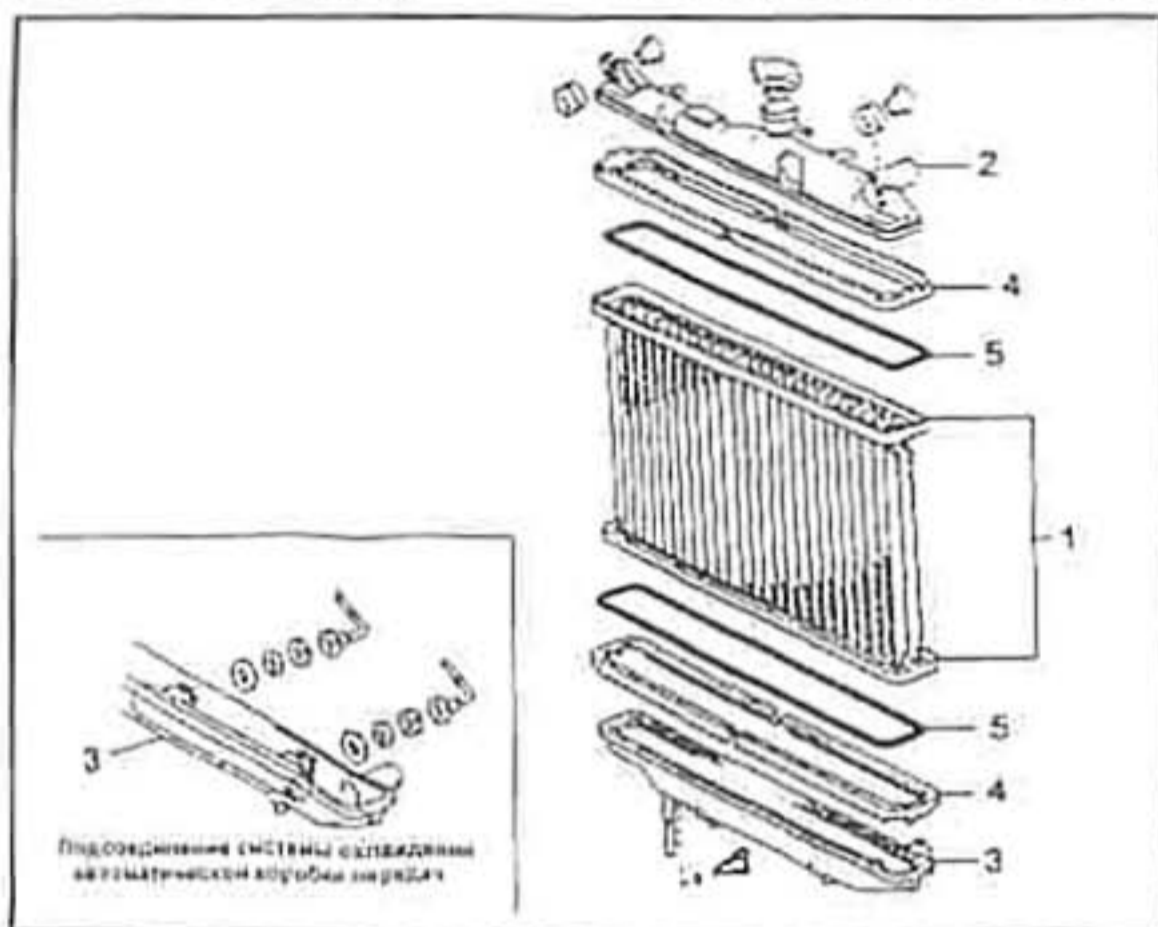

Рис. 127
Радиатор состоит из сердцевин (1) верхнего (2) и нижнего (3) бачков (рис. 127). Бачки соединяются с сердцевинной с помощью соединительных элементов (4). Герметичность обеспечивается установкой уплотнительных колец (5). На модели с автоматической коробкой передач к нижнему бачку подсоединяется контур охлаждения радиатора коробки для охлаждения жидкости, циркулирующей через радиатор.